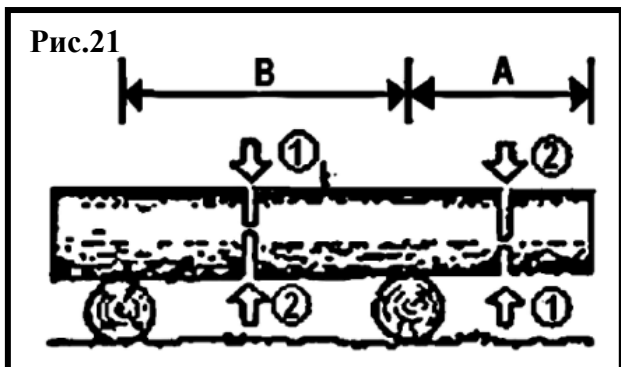

Рис.21
2.9.3. Распиловка бревна на опорах выше уровня земли (Рис.21).
В области А сначала делаете надрез снизу-вверх на 1/3 от диаметра бревна и окончательно отрезаете сверху-вниз. В области В сначала делаете надрез сверху-вниз на 1/3 от диаметра бревна, а затем окончательно отрезаете снизу-вверх Рис.21. (1)-Начальный рез, (2)-Окончательный рез.